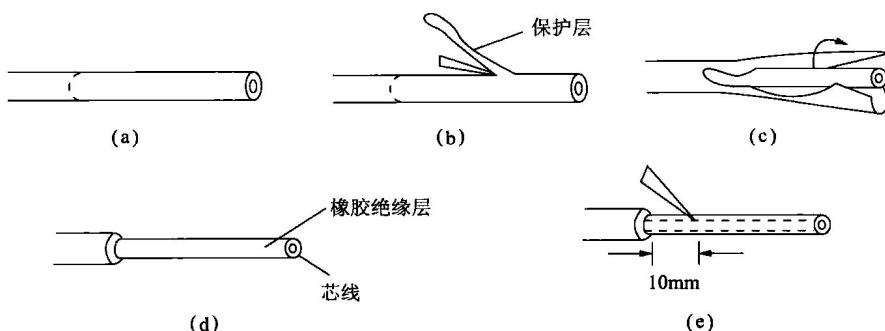

图 1.3 皮线绝缘层的剖削
- (1) 在皮线线头的最外层用电工刀割破一圈,如图 1.3(a)所示。
- (2) 削去一条保护层,如图 1.3(b)所示。
- (3) 将剩下的保护层剥割去,如图 1.3(c)所示。
- (4) 露出橡胶绝缘层,如图 1.3(d)所示。
- (5) 在距离保护层约 10mm 处,用电工刀以 45°斜切入橡胶绝缘层,并按塑料硬线的剖削方法剥去橡胶绝缘层,如图 1.3(e)所示。